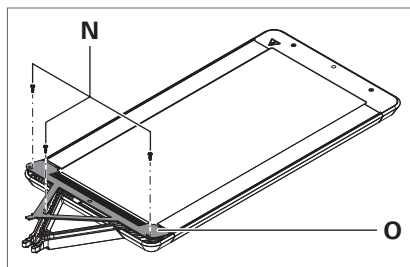

Fig. 5: Leuchtenkopf-Abdeckung entfernen.
1. Drehen Sie die Schrauben **N** aus der Abdeckung **O**, siehe Fig. 5.